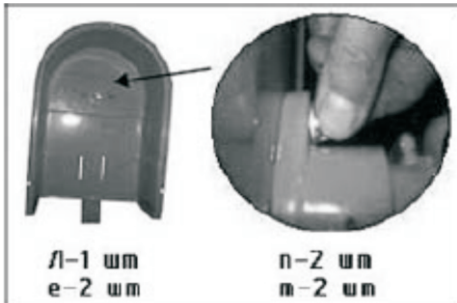

Рис. 13.
6.13. Используя 2 болта (е), 2 гайки (п) и 2 шайбы (т), установите внутренний кожух электродвигателя(Л) закрепив его на скобе(Г), как показано на Рис.13.